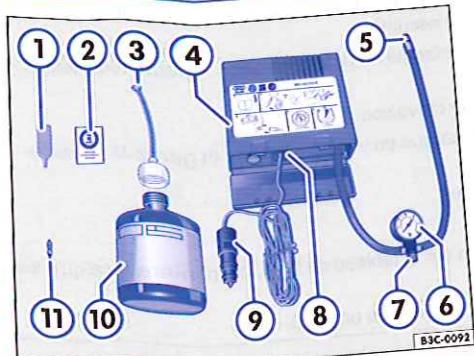

Fig. 246 Schéma de principe : éléments du kit de crevaison.
Le kit de crevaison peut se trouver à différents endroits du véhicule, par ex. dans le rangement latéral du coffre à bagages ou sous le plancher modulable de coffre à bagages. Il se compose des éléments suivants → fig. 246 :
12. Collez l'autocollant \Rightarrow fig. 246 ② du kit de crevaison sur le tableau de bord, de manière à ce qu'il se trouve dans le champ de vision du conducteur.
Dévissez l'obus de valve de la valve du pneu à l'aide de l'extracteur d'obus \Rightarrow fig. 246 ① et placez-le sur un support propre.
- Vissez fermement le flexible de remplissage \Rightarrow fig. 246 ③ sur la bouteille de produit de colmatage des pneus dans le sens des aiguilles d'une montre. Le film situé sur le bouchon est alors automatiquement percé.
- Retirez le bouchon du flexible de remplissage \Rightarrow fig. 246 ③ et enfoncez l'extrémité libre sur la valve.
- Revissez l'obus de valve dans la valve du pneu à l'aide de l'extracteur d'obus \Rightarrow fig. 246 ①.
- Vissez fermement le flexible de gonflage du pneu **⇒ fig. 246 ⑤** du compresseur d'air sur la valve du pneu.
- Veillez à ce que la vis de décharge de pression d'air **⇒ fig. 246 ⑦** soit fermée.
- Branchez la fiche électrique **⇒ fig. 246 ⑨** dans une prise de courant 12 volts du véhicule **⇒ page 186**.
- Mettez en marche le compresseur d'air à l'aide de l'interrupteur MARCHE/ARRÊT **⇒ fig. 246 ⑧**.
- Faites fonctionner le compresseur d'air jusqu'à l'obtention d'une pression de 2,0 à 2,5 bars (29 – 36 psi / 200 – 250 kPa) **⇒ ▲ Durée maximale de fonctionnement de 8 minutes ⇒ ①**.
Raccordez à nouveau le flexible de gonflage du pneu **⇒ fig. 246 ⑤** et consultez la pression indiquée sur le manomètre **⑥**.